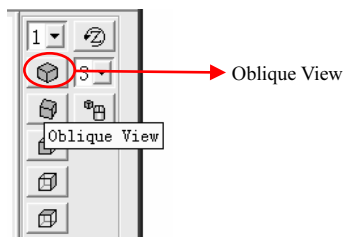

图 2-116 “Delete Vol...” 窗口
(8) 依次选择 Utility Menu>Plot>Areas, 图形窗口中出现面元素, 再单击操作窗口右侧视图工具条上的“Oblique View”按钮(见图 2-116), 改变视图的角度。